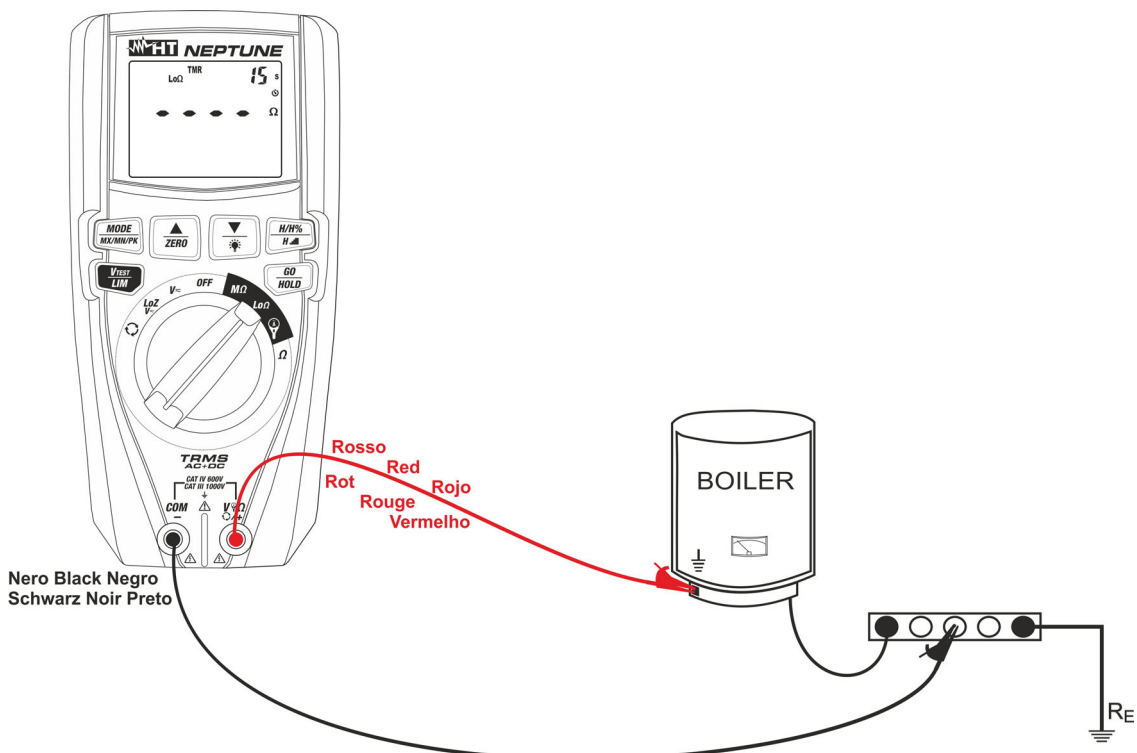

Fig. 29: Uso del instrumento para medida continuidad en modo TMR
7. Inserte el conductor rojo en el terminal de entrada **V $\Omega$ +** y el conductor negro en el terminal de entrada **COM/-** y conecte el instrumento a la instalación en examen (ver la Fig. 29)